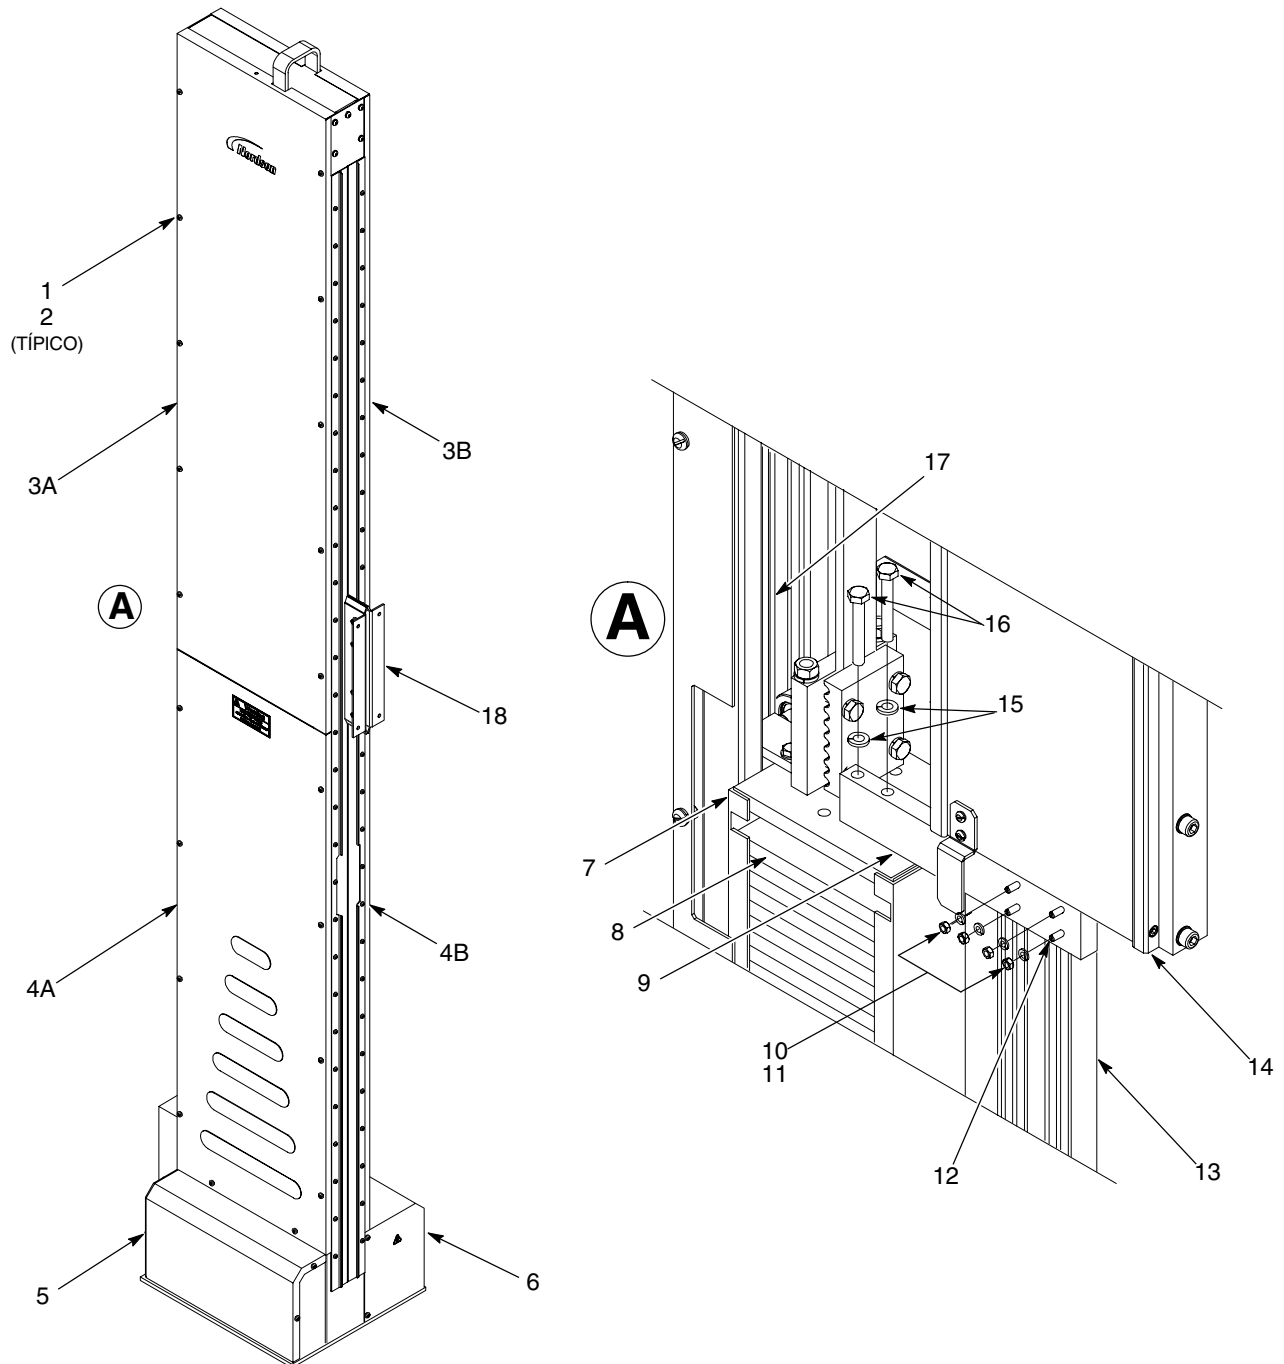
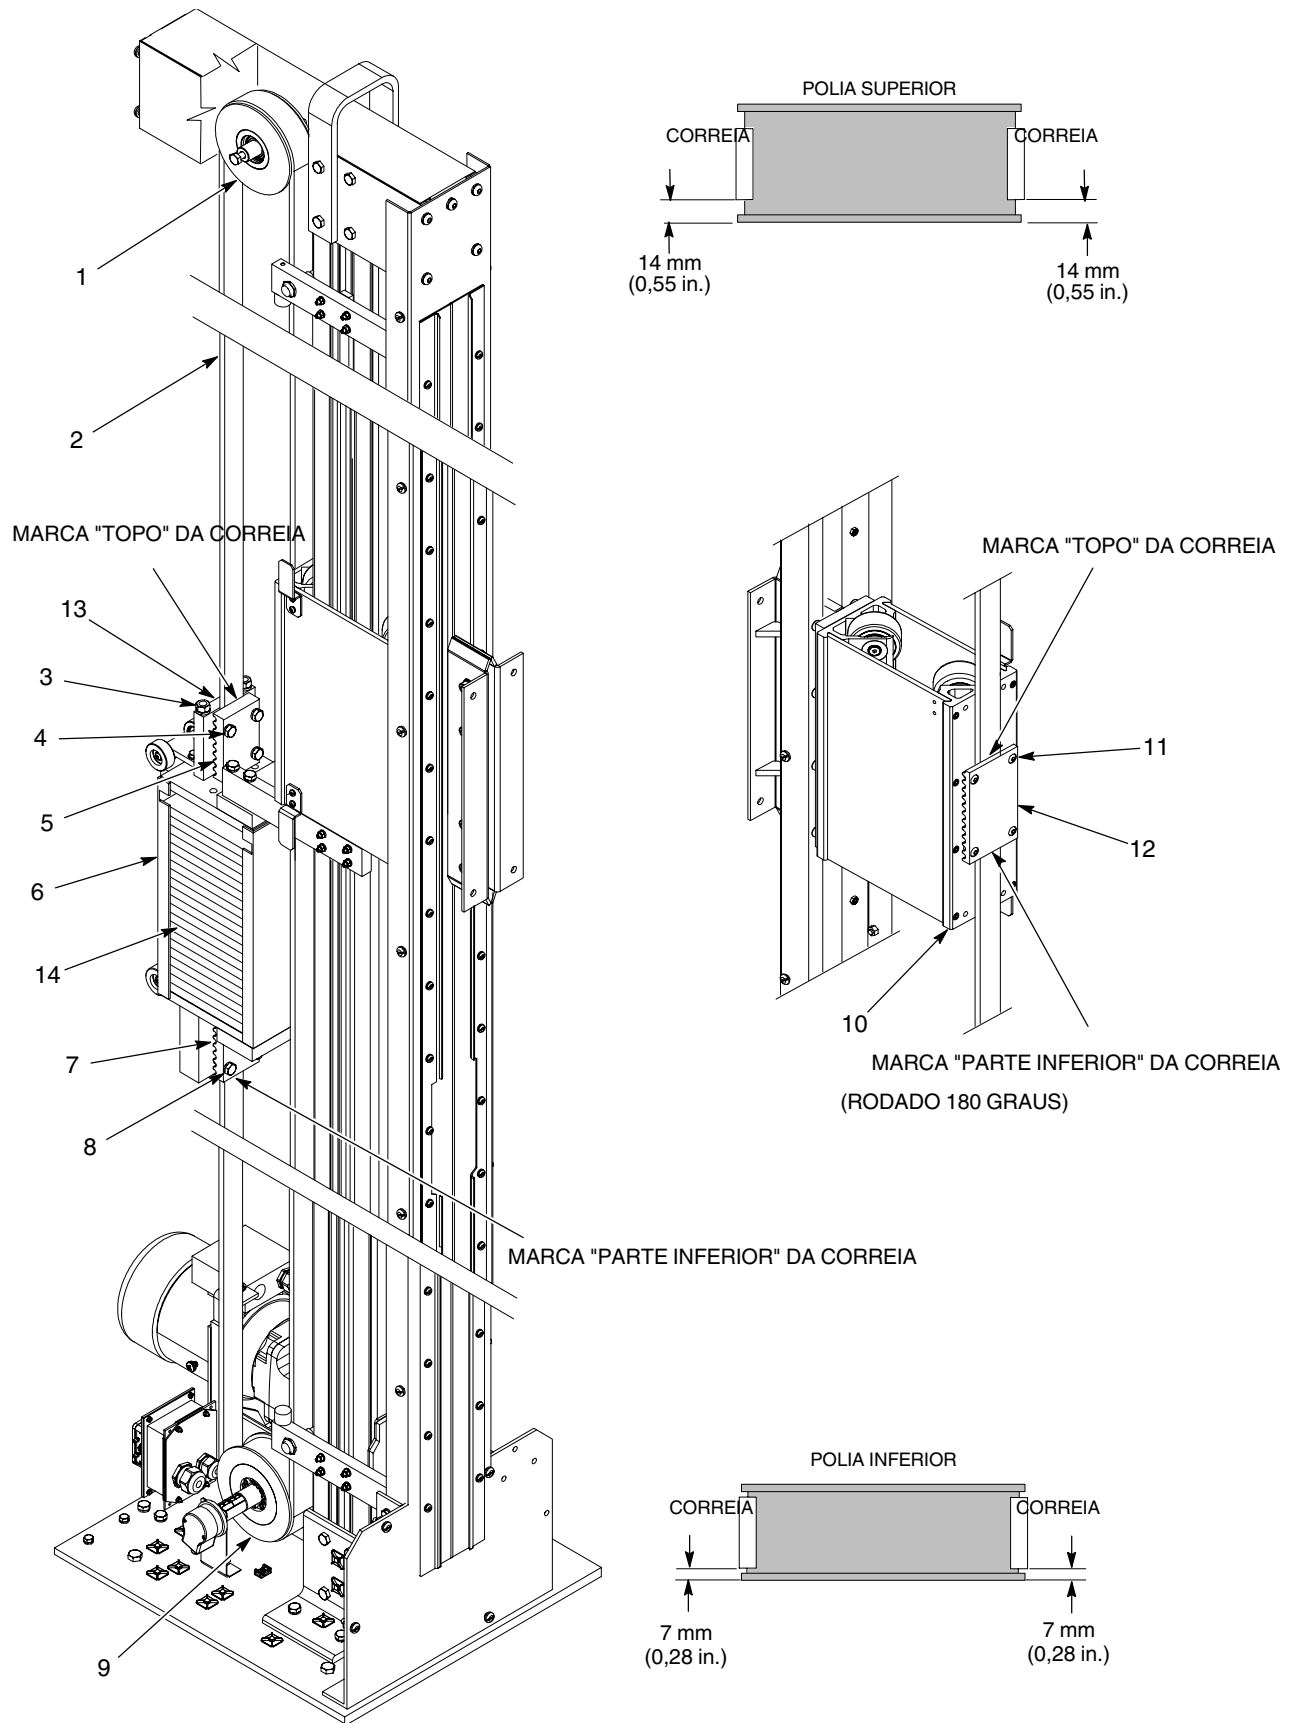
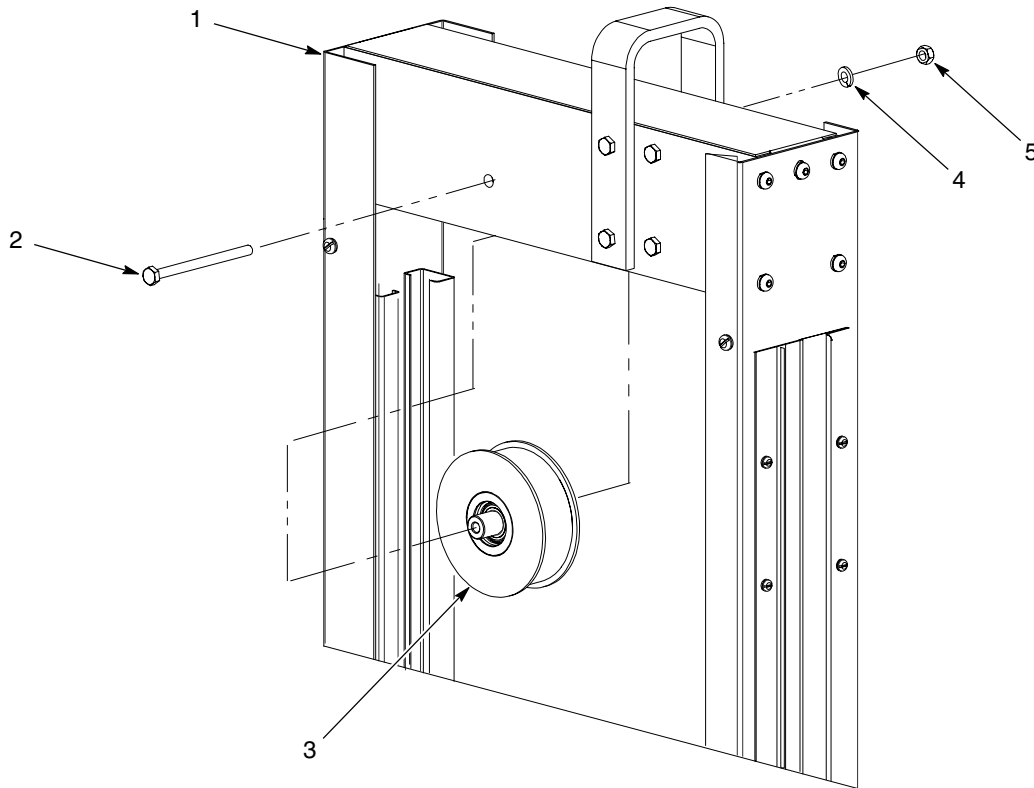
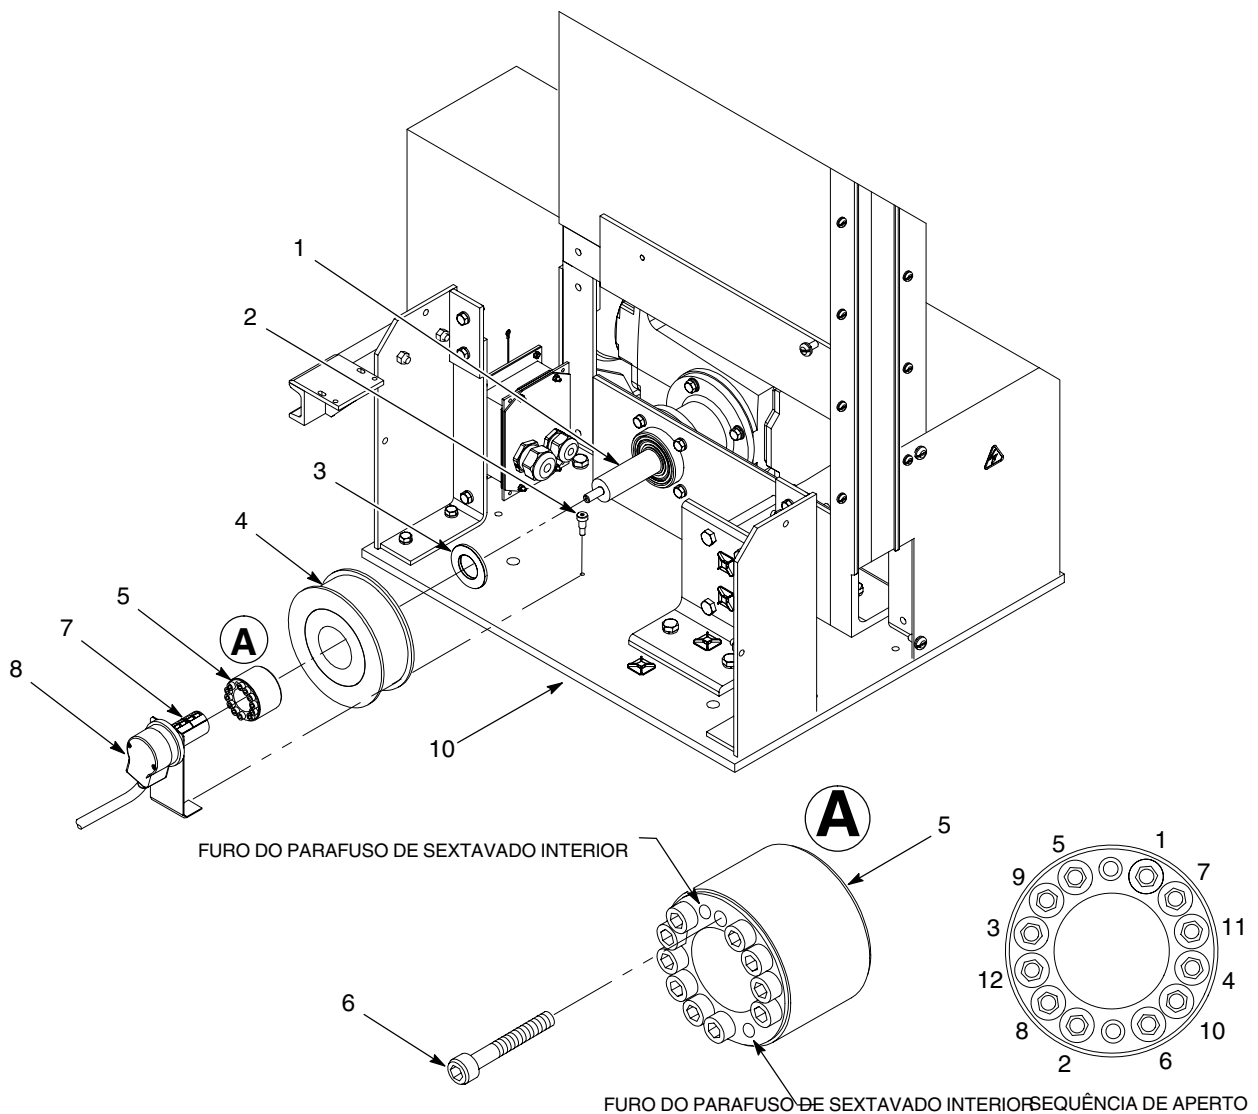

Figura 8 Fixação do carro das pistolas e do cesto dos contrapesos
Figura 9 Substituição da correia
Figura 11 Substituição da polia superior
Figura 12 Substituição da polia inferior
2. Consulte a figura 8. Retire os parafusos (1) e anilhas (2), que seguram os painéis laterais de acesso (3A, 4A) no lado do encoder do reciprocador, e a tampa do encoder (5). Se estiver a reparar a polia superior ou os rolos do carro das pistolas, retire os painéis de acesso (3B, 4B) do lado do motor (6).
- a. Desloque o carro das pistolas (14) manualmente até a superfície inferior ficar posicionada ligeiramente acima do cesto dos contrapesos (7).
- b. Monte os parafusos de T (12) através da parte traseira do braço de bloqueio (9). Monte o braço de bloqueio no cesto dos contrapesos (7) utilizando as anilhas de segurança (15) e os parafusos (16). Aperte bem os parafusos.
- c. Desloque o carro das pistolas (14) manualmente para baixo até ele tocar com o topo do braço de bloqueio (9).
- d. Insira os parafusos de T (12) na calha do carro das pistolas (13). Monte as anilhas de segurança (11) e as porcas (10) nos parafusos de T. Aperte bem as porcas.
4. Marque a posição do carro das pistolas na calha do carro das pistolas (13).
5. Marque a posição do cesto dos contrapesos na calha do cesto dos contrapesos (17).
2. Consulte a figura 9. Marque a correia do seguinte modo:
- a. Faça uma linha no dispositivo superior de fixação da correia (5) e marque o TOPO da correia.
- b. Faça uma linha no dispositivo inferior de fixação da correia (7) e marque a PARTE INFERIOR da correia.
- c. Faça duas linhas na parte superior e na inferior do grampo de fixação do carro das pistolas (12) e marque o TOPO e a PARTE INFERIOR da correia.
3. Desaperte as porcas de aperto (3) situadas no topo do dispositivo de fixação da polia da correia (13).
4. Desaperte os parafusos (11) que fixam o grampo de fixação da correia (12) ao carro das pistolas (10).
- a. Desaperte os parafusos (8) que fixam a correia (2) ao dispositivo inferior de fixação da correia (7).
- b. Desaperte os parafusos (4) que fixam a correia ao dispositivo superior de fixação da correia (5).
- c. Retire a correia (2) dos dispositivos de fixação da correia.
6. Retire a correia (2) das polias (1, 9). Retire a correia de entre o carro das pistolas (10) e o grampo de fixação da correia do carro (12).
2. Consulte a figura 9. Efectue o seguinte:
- a. Insira a correia (2) no dispositivo inferior de fixação da correia do cesto dos contrapesos (7).
- b. Verifique se a correia está centrada de lado a lado e se engata no 8º dente no dispositivo de fixação da correia. Verifique se a correia se estende acima do bordo superior do dispositivo inferior de fixação da correia. Aperte os parafusos (4) com 20 N•m (180 in.-lb).
3. Disponha a correia (2) à roda da polia inferior (9), entre o carro das pistolas (10) e o dispositivo de fixação da correia do carro dos contrapesos (12) e à roda da polia superior (1).
- a. Desaperte as porcas de aperto (3), situadas no topo do cesto dos contrapesos (6), até elas ficarem à face com o topo dos tirantes roscados.
- b. Insira a correia (2) no dispositivo superior de fixação da correia do cesto dos contrapesos (5).
- c. Verifique se a correia (2) está centrada de lado a lado e se engata no 8º dente no dispositivo de fixação da correia (5). Verifique se a correia não se estende abaixo do bordo inferior do dispositivo de fixação da correia. Aperte os parafusos (4) com 20 N•m (180 in.-lb).
- d. Verifique se a correia está centrada de lado a lado na polias superior e na inferior, como ilustrado na figura 9. A correia está centrada quando a distância entre o lado da polia e o bordo da correia é igual.
6. Verifique se a correia está centrada de lado a lado no dispositivo de fixação da correia (12) situado na parte traseira do carro das pistolas (10). Aperte os parafusos de fixação do grampo da correia (11) com 14 N•m (120 in.-lb).
7. Consulte a figura 8. Retire as porcas (10) e anilhas de segurança (11) dos parafusos de T (12).
8. Retire os parafusos (16) e as anilhas (15) que fixam o braço de bloqueio (9) ao cesto dos contrapesos (7).
2. Consulte a figura 9. Desaperte as porcas de aperto (3) situadas no topo do dispositivo de fixação da polia da correia (13).
3. Desaperte os parafusos (11) que fixam o grampo de fixação da correia (12) ao carro das pistolas (10).